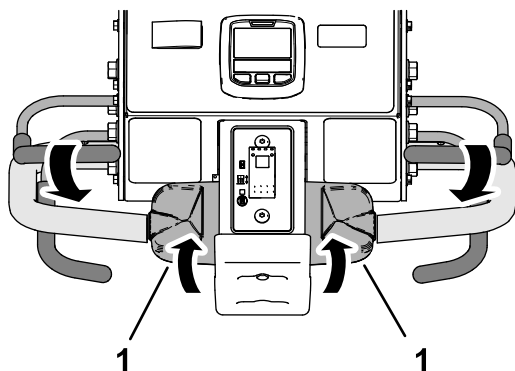

Figura 97
3. Mientras sostiene la barra de presencia del operador contra el manillar, gire lentamente la parte superior del control de tracción hacia atrás (Figura 97).